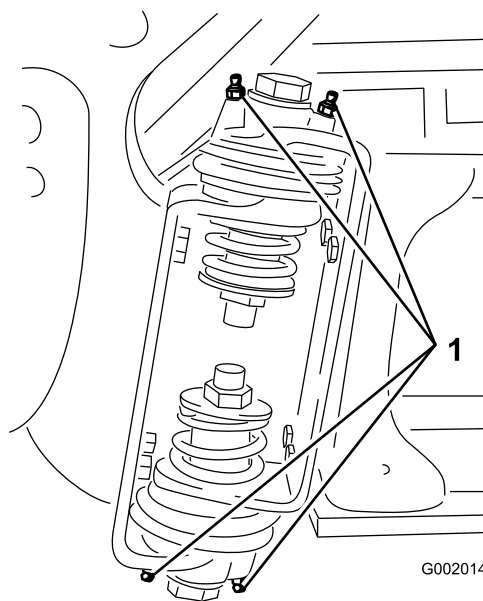

Figura 73
2. Introduza massa lubrificante no rolamento ou casquilho de cada união (Figura 73).